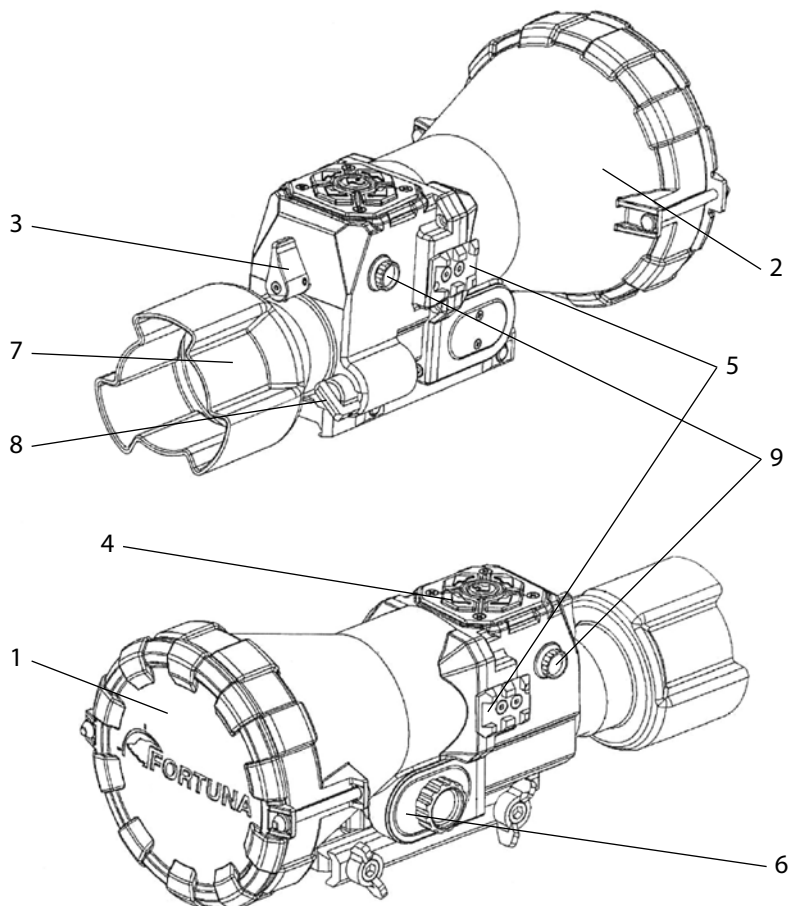
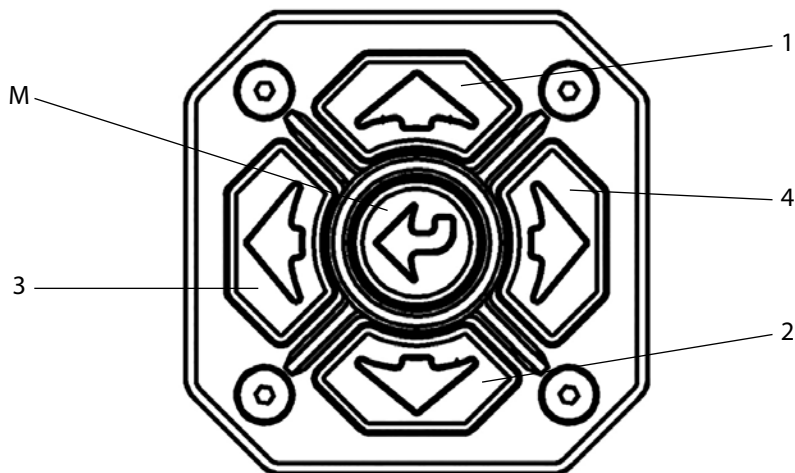

Рис. 1 Внешний вид насадки Fortuna NEXT
Рис. 2 Панель кнопок управления
На рис. 1 и рис. 2 показаны внешний вид, основные узлы и органы управления насадки. Светосильный германиевый объектив (2) в корпусе фокусирует тепловое излучение от объекта на чувствительной площадке детектора – неохлаждаемой болометрической матрицы. В нерабочем состоянии объектив закрывается защитной крышкой (1). Фокусировка объектива осуществляется движением ручки (3) вправо или влево. Сверху корпуса насадки размещена панель (4) с кнопками управления режимами работы.
При включении насадки отображается логотип компании и после загрузки появляется тепловизионная картинка окружающей местности. Настройки и управление меню осуществляется блоком клавиатуры (рис.2).